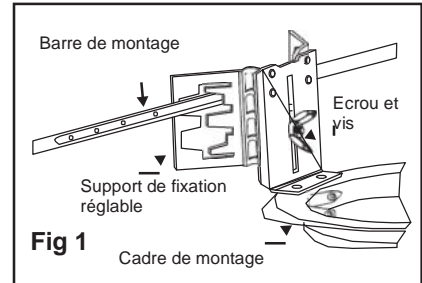
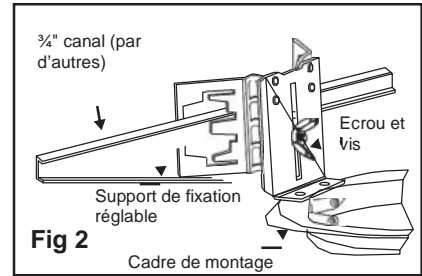

Fig 1
Fig 2
2. Install MOUNTING FRAME using ADJUSTABLE MOUNTING BRACKET as shown in the Fig1 Fig2 and Fig3.
NOTE : Final vertical adjustment can be made by means of WING NUT AND SCREW (Fig1) on inside of MOUNTING FRAME
2. Montez le cadre de montage à l'aide de support de fixation réglable, comme le montre la Fig1 Fig2 et Fig3.
REMARQUE : Réglage vertical peut être effectué au moyen de vis et de l'écrou à ailettes (Fig1) sur intérieur du cadre de montage